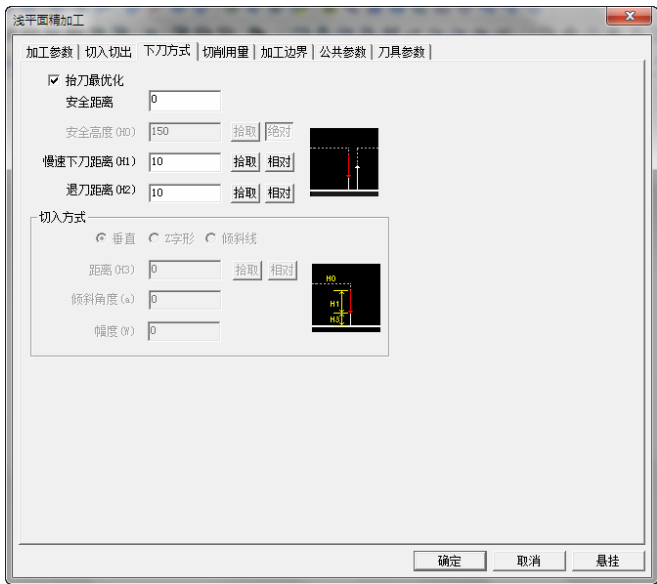

图 8-183 “下刀方式”选项卡
3) 单击“下刀方式”选项卡，勾选“抬刀最优化”，“安全距离”“慢速下刀距离”“退刀距离”“距离”参数数值如图 8-183 所示。